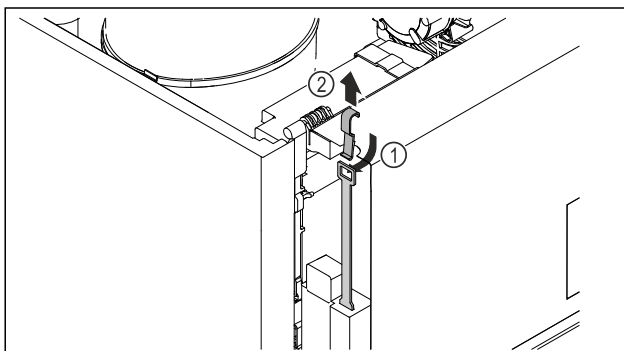

Fig. 248
- ▶ Notentriegelungsschlüssel Fig. 248 (1) von oben einschieben, am Schloss einhaken und nach oben Fig. 248 (2) ziehen.